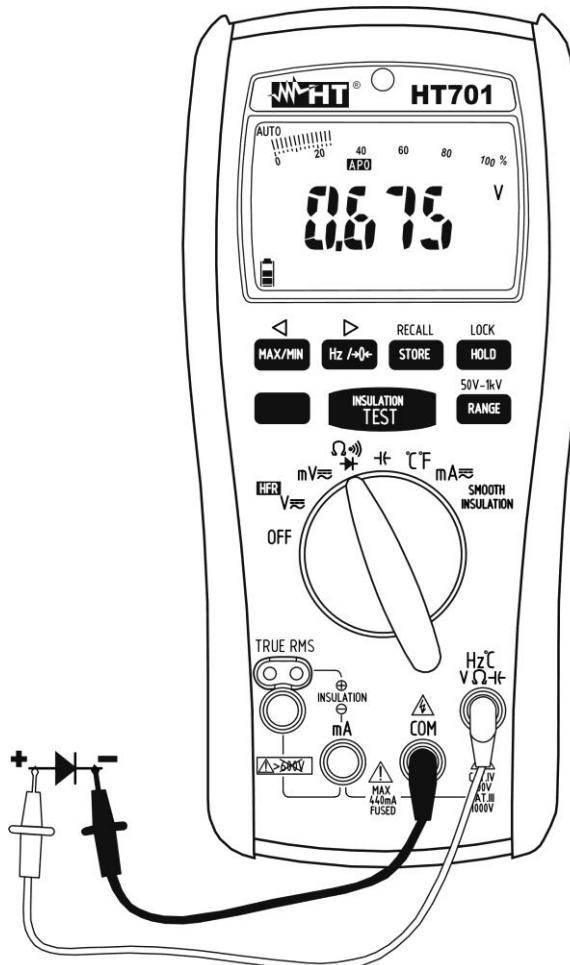

Fig. 7: Uso do instrumento para o Teste de Díodos
4. Colocar as ponteiras nas extremidades do díodo em exame respeitando as polaridades indicadas (consultar a Fig. 7). O valor da tensão do patamar em polarização directa é mostrado no display. Para uma boa junção P-N, o instrumento deve apresentar um valor compreendido entre 0.4 e 0.9V. Se o valor da tensão do patamar é 0mV a junção P-N do díodo está em curto-circuito.
5. Se o instrumento apresenta a mensagem "OL", os terminais do díodo estão invertidos em relação ao indicado na Fig. 7 ou a junção P-N do díodo está danificada.